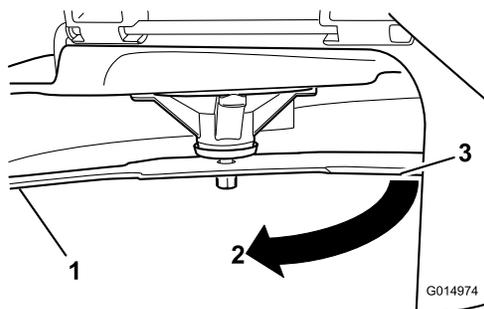

Рисунок 59
4. Поверните тот же нож на 180 градусов, чтобы теперь его противоположная режущая кромка была в том же положении (Рисунок 59).